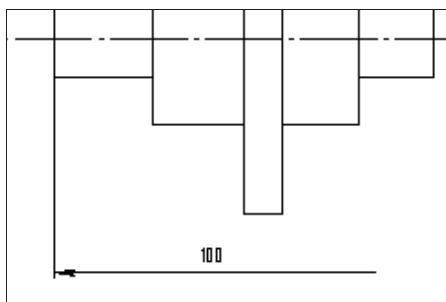

Рис. 12.22. Простановка линейного размера с обрывом
- ◆ "ловушкой" укажите базовый отрезок, от которого требуется поставить размер с обрывом (рис. 12.22). Сдвиньте курсор вниз;